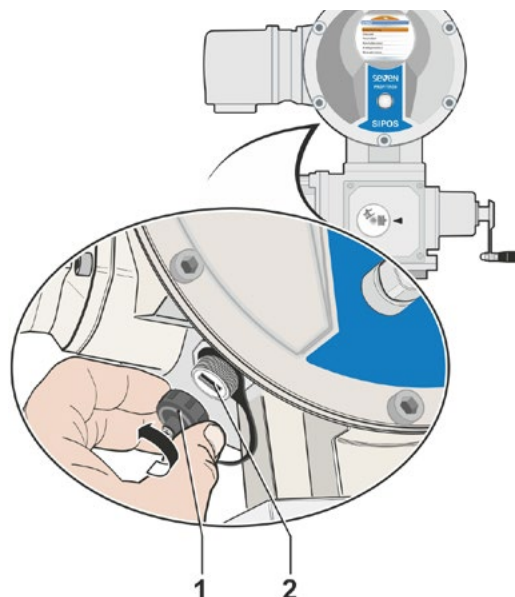

Fig. 1: Conexão USB
1. Desparafusar o tampa de proteção da conexão USB (fig. 1, pos. 1) (ela está protegida com uma fita plástica para evitar a perda).
2. Na conexão USB (pos. 2), conectar